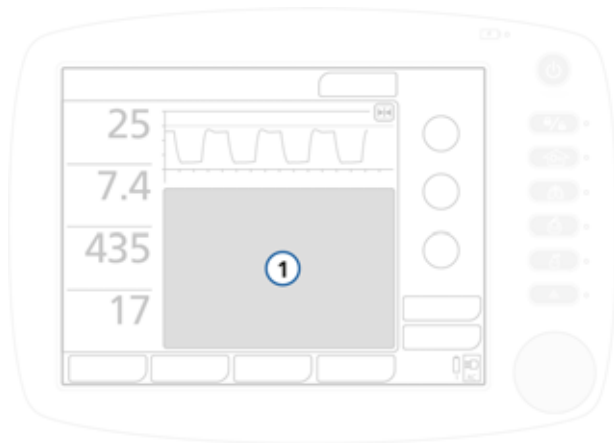

Рисунок 6-4. Отображение окна «Графики» (1)
1. Чтобы открыть окно «Графики», коснитесь экрана в любой точке области отображения графика. См. (1) на рис. 6-4.